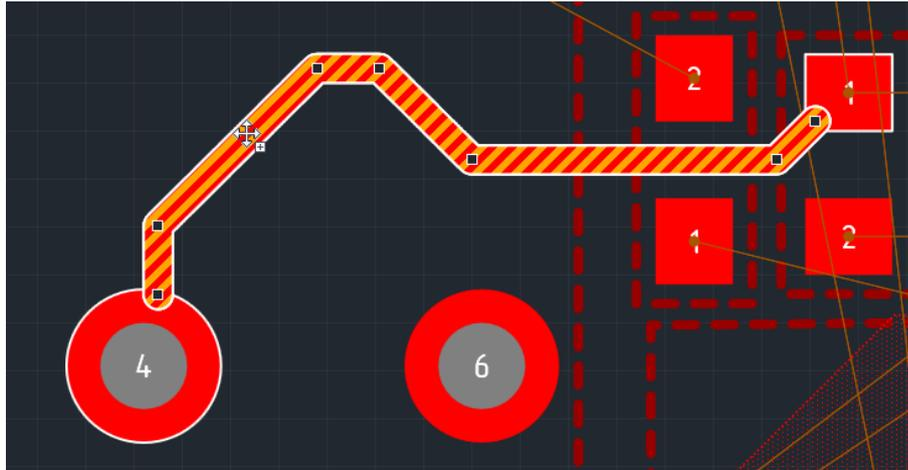

Рис. 62. Выбор трека целиком
3. При повторном нажатии левой кнопки мыши трек будет выбран целиком, см. Рис. 62. Следующее нажатие левой кнопки мыши приведет к тому, что у трека будет выбран только тот сегмент, на котором установлен курсор.